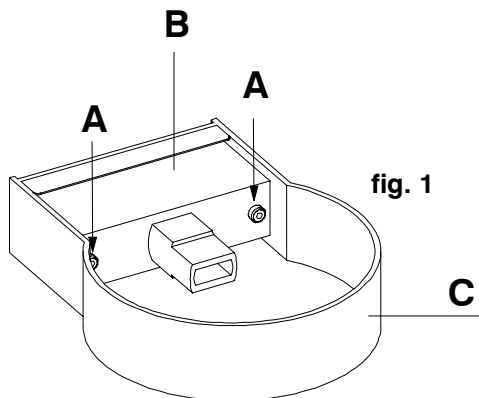

fig. 1
- ♣ Dévisser les deux vis **A** en utilisant la clé à tête hexagonale, livrée avec l'appareil, pour séparer le support de la douille **B** du corps de l'ampoule **C** (voir fig. 1).
- ✦ Svitare le due viti **A** utilizzando la chiave a brugola in dotazione, per separare il supporto portalampada **B** dal corpo lampada **C** (fig. 1).
- ✦ Loosen the two screws **A**, using the setscrew wrench in the kit, to separate the socket support **B** from the lamp body **C** (fig. 1).